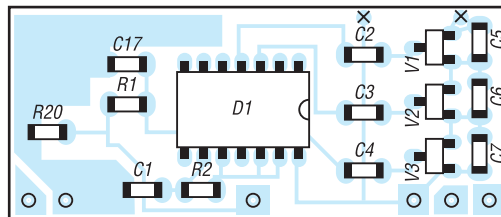

Bild 10: Bestückung der Zweifachanordnung auf der Platinenunterseite
▶ Bild 10: Strom- oder spannungsgesteuerter Oszillator mit einfacher Betriebsspannung